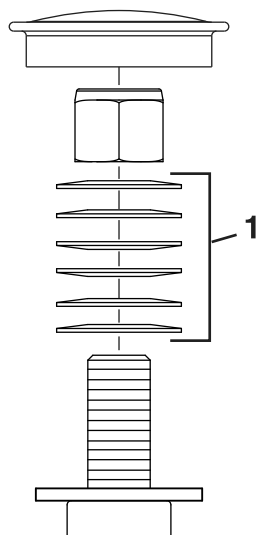

Figura 50
3. Retire o tampão antipoeira da roda e aperte a porca de bloqueio (Figura 50).
4. Aperte a porca de bloqueio até que as anilhas de mola estejam planas e, em seguida, recue 1/4 de volta para aplicar devidamente a pré-carga nos rolamentos (Figura 50).
**Importante:** Certifique-se de que as anilhas de mola estão corretamente montadas como se mostra na Figura 50.
5. Instale o tampão antipoeira (Figura 50).